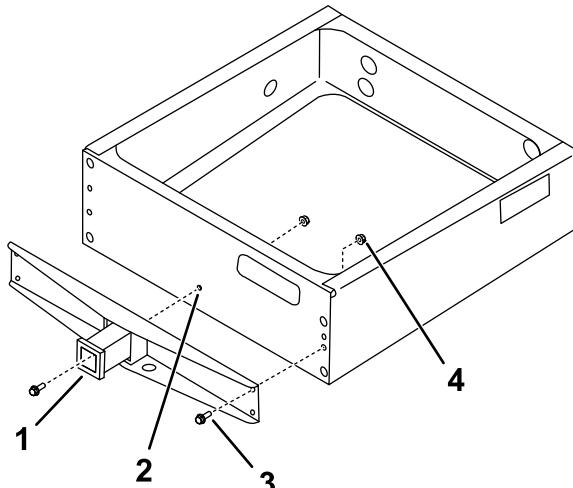

Figure 1
2. Fixez l'attelage de remorque au cadre arrière avec 4 boulons à embase et 4 écrous à embase (Figure 1).